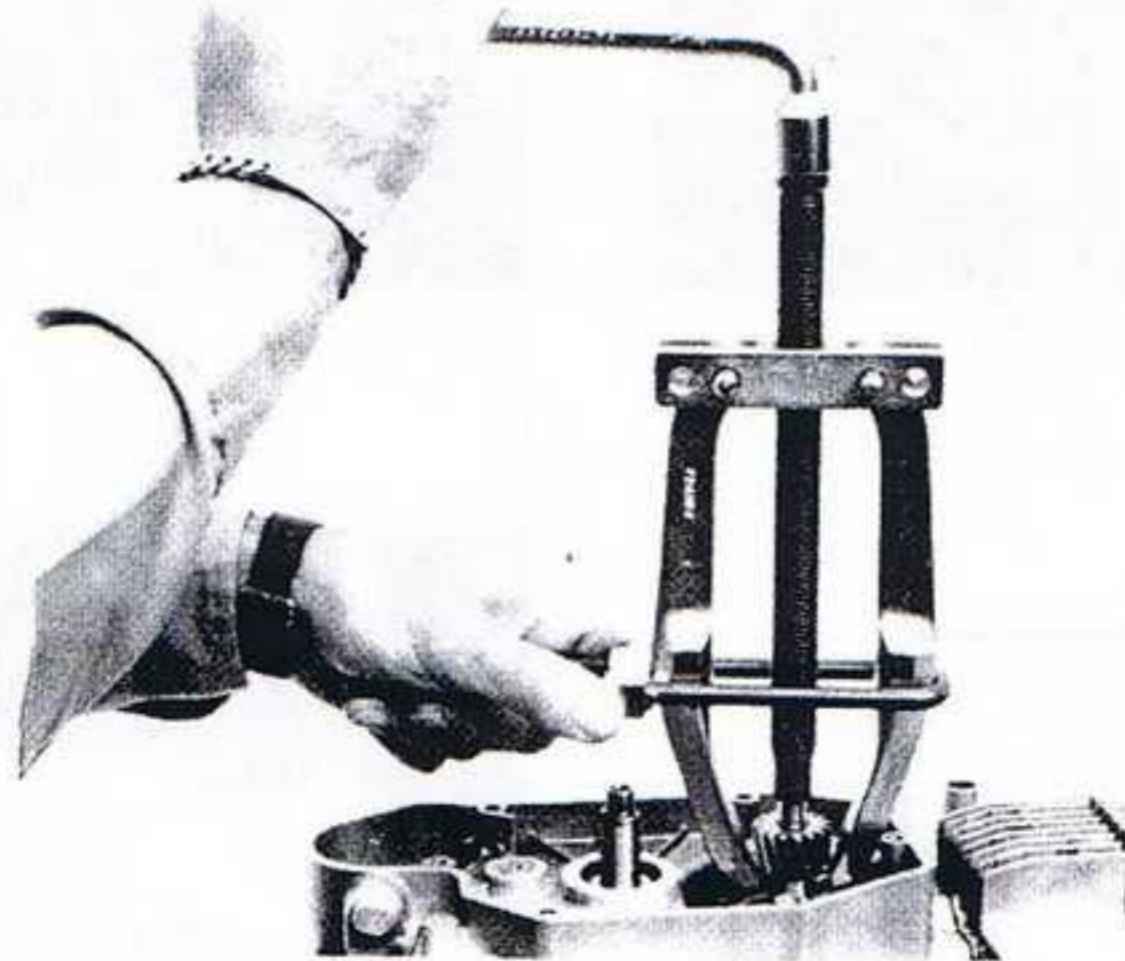

fig.15
- Extraire le pignon à l'aide de l'extracteur (type 71 VAR) (fig.15).